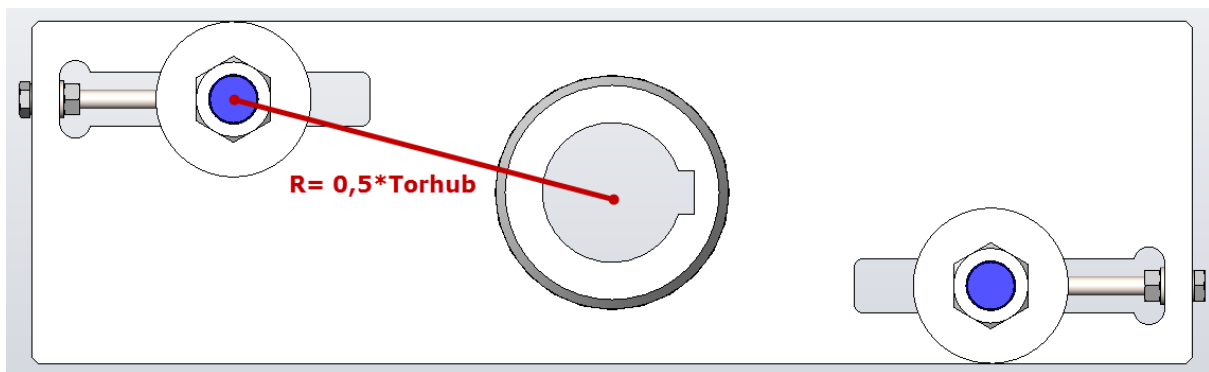

Abbildung 6-22 - Draufsicht Drehteller
8. Den Radius **R auf den halben Torhub** einstellen (Abbildung 6-22).